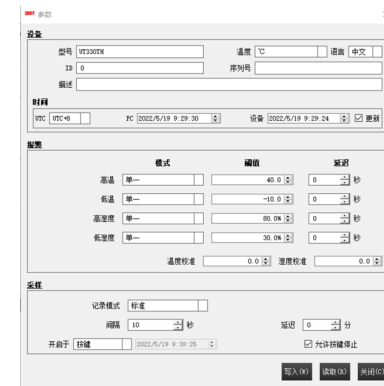

图3（PC 软件设置界面）
2. 将记录仪插入PC端USB接口，记录仪主界面显示USB，等待记录仪生成PDF、CSV报告后“USB Datalogger”电脑软件才能识别U盘，打开软件进行参数配置（如下图3）或者数据分析；